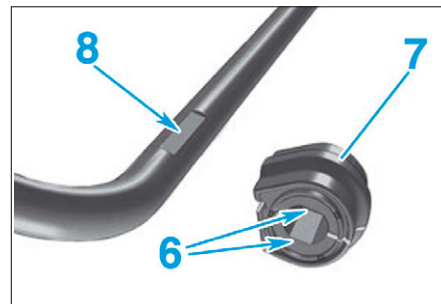

FIG. 8
Le positionnement latéral et horizontal est réalisé par deux méplats (6) à l'intérieur du palier (7) et des empreintes (8) sur la section de barre stabilisatrice (Fig.8).